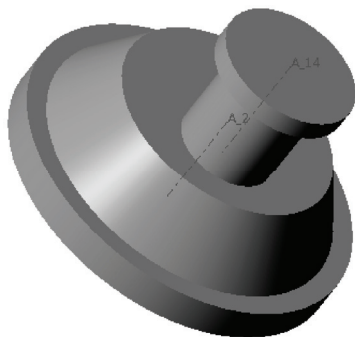

图 8-19 创建径向轴特征
STEP 06 单击“接受值”按钮 ，在“轴：草绘”对话框中，单击“确定”按钮，即可创建径向轴特征，效果如图 8-19 所示。